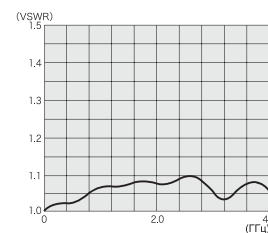

Рис.1. VSWR для TNP-C3
- VSWR 1.1 или меньше, частота до 2 ГГц; VSWR 1.2 или меньше, частота до 4 ГГц (рис.1).